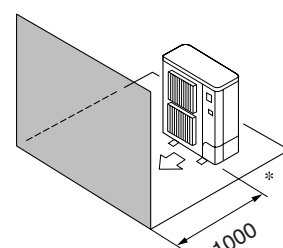

Fig. 2-5
- ④ Kun forhindringer foran (Fig. 2-5)